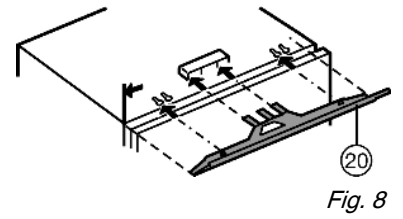

Fig. 8
- Monter le cache de compensation côté préhension en l'alignant ← avec la paroi latérale de l'appareil : Fig. 8 (20) l'insérer dans le support et l'enclencher dans les trous.